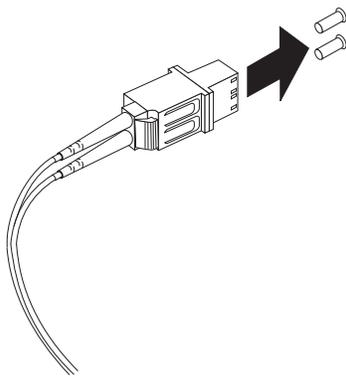

Figura 22. Extracción de las capuchas protectoras del adaptador de cable LC-SC
3. Retire las dos capuchas protectoras del extremo del conector LC del adaptador de cable LC-SC, tal como se muestra en la Figura 22. Guarde las capuchas protectoras para volver a utilizarlas posteriormente.